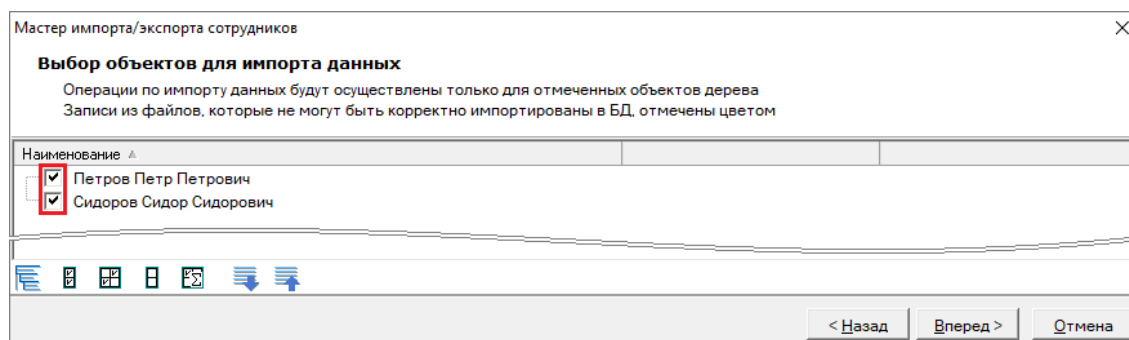

Рисунок 14-51 Выбор обновляемых сотрудников
- 3) В шаге «Выбор объектов для импорта данных» (см. п. 14.4.3) выбрать обновляемых сотрудников – установкой флагов в соответствующих чекбоксах объектов (см. Рисунок 14-51);